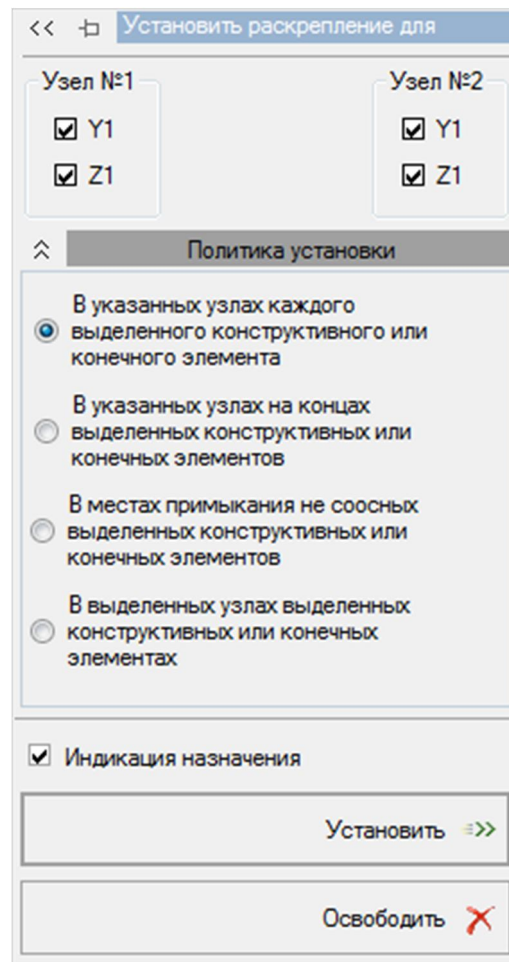

Рис. 15. Задание раскреплений для прогибов
- С помощью пункта меню **Конструирование** → **Установить раскрепление для прогибов** (кнопка  на панели инструментов) вызовите панель активного режима **Установить раскрепление для прогибов** (рис. 15);